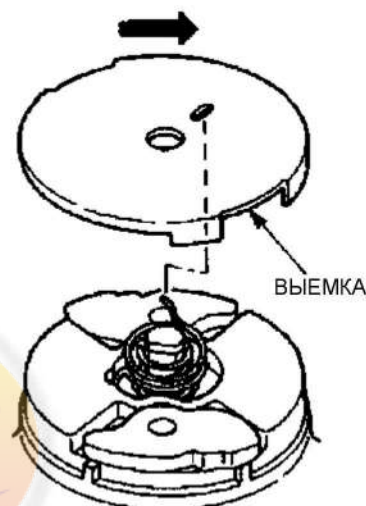

Рис. 85
- (4) Сборку частей проводить в порядке, обратном показанному на Рис. 80. При установке фрикционной крышки в предназначенное для нее отверстие, немного приподнять возвратную пружину, как показано на рис. 85, чтобы фрикционная крышка легко села на место.